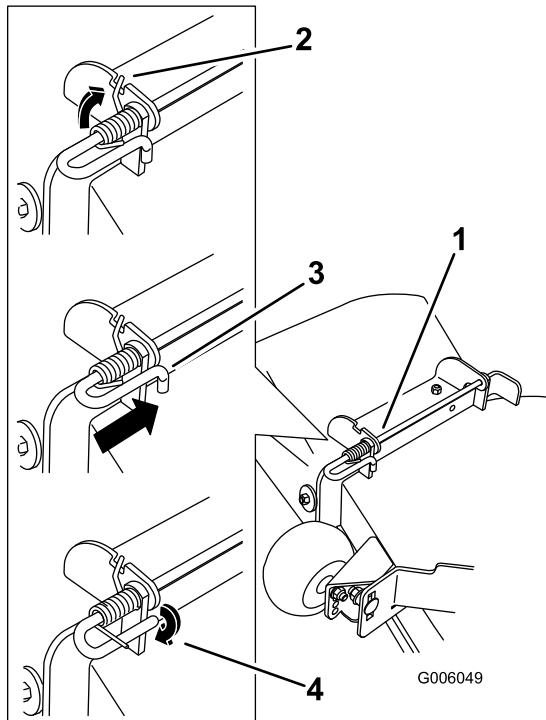

Figure 51
4. Soulevez le côté long du ressort et placez-le dans le cran du support de l'ensemble déflecteur (Figure 51).
- 5. Fixez l'ensemble tige et ressort en le tournant de sorte à pouvoir placer l'extrémité courte de la tige derrière le support avant soudé au tablier de coupe (Figure 51).